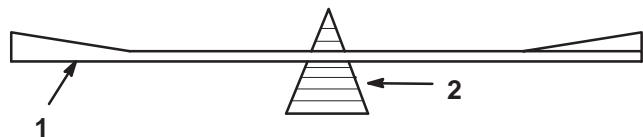

Figure 30
2. Vérifiez l'équilibre de la lame en la plaçant sur un équilibrage (Fig. 30). Si la lame reste horizontale, elle est équilibrée et peut être utilisée. Si la lame est déséquilibrée, limez un peu le dos de la lame. Vérifiez de nouveau et répétez la procédure jusqu'à ce que la lame soit équilibrée.